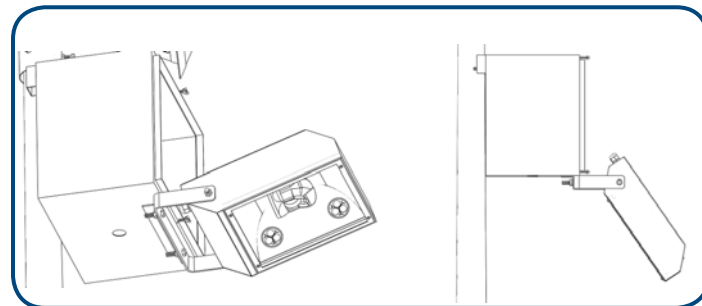

Figura 30. Montaje y ajuste de lámpara al gabinete.
7.2.2 Dejar la lámpara hacia abajo de modo que no dificulte hacer las conexiones eléctricas con la batería (Ver Figura 30).